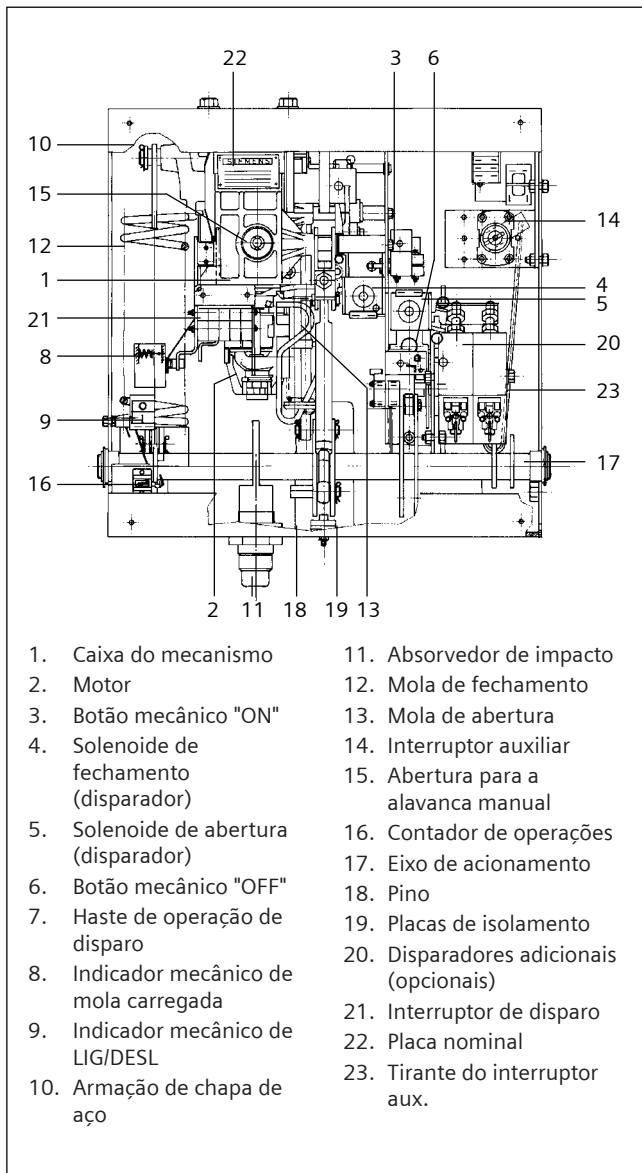

Fig. 11 Detalhes do mecanismo de operação
- (a) Insira a alavanca manual (P-7, Fig. 7) entre o eixo do mecanismo de acionamento (P-17, Fig. 11) e o pino (P-18, Fig. 11).
- (c) Mantendo a alavanca pressionada, pressione o botão "OFF" (P-6, Fig. 11) e libere gradualmente a pressão na alavanca, permitindo a rotação do eixo. O movimento termina com o indicador exibindo o símbolo "O" para indicar que o disjuntor está desligado.
7.3 Carregamento manual da Mola de Fechamento (Fig. 11)
7.4 Fechamento Manual (Fig. 11)
7.5 Abertura Manual (Fig. 11)